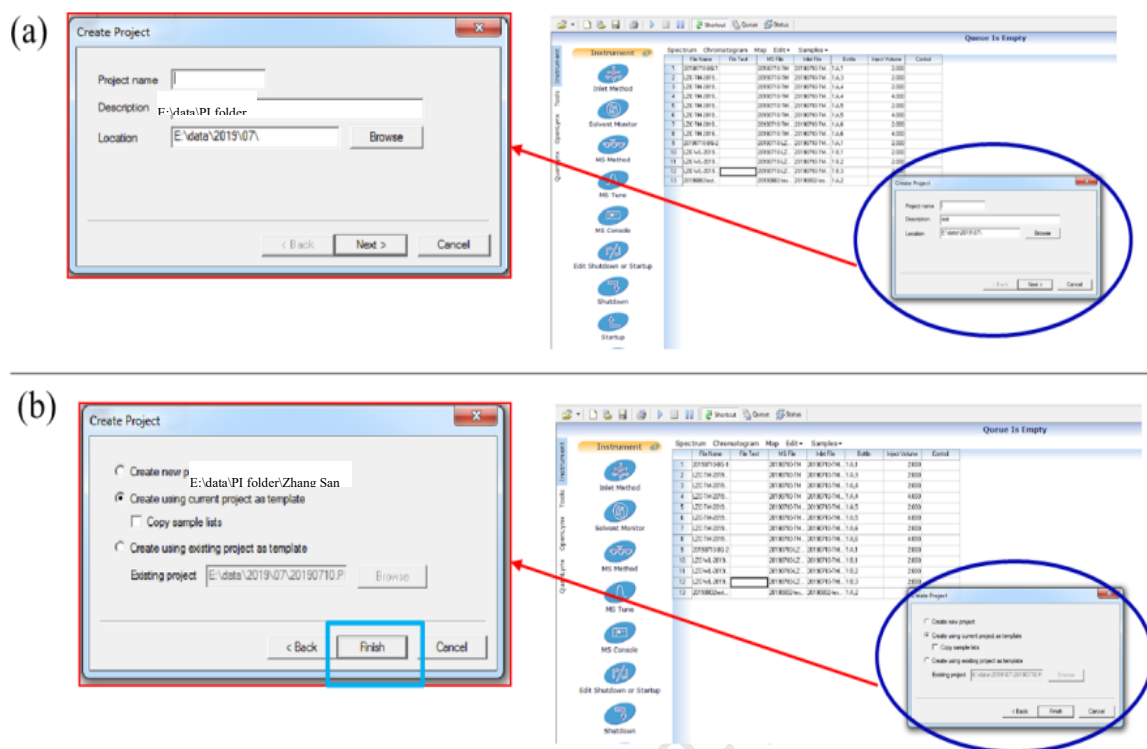
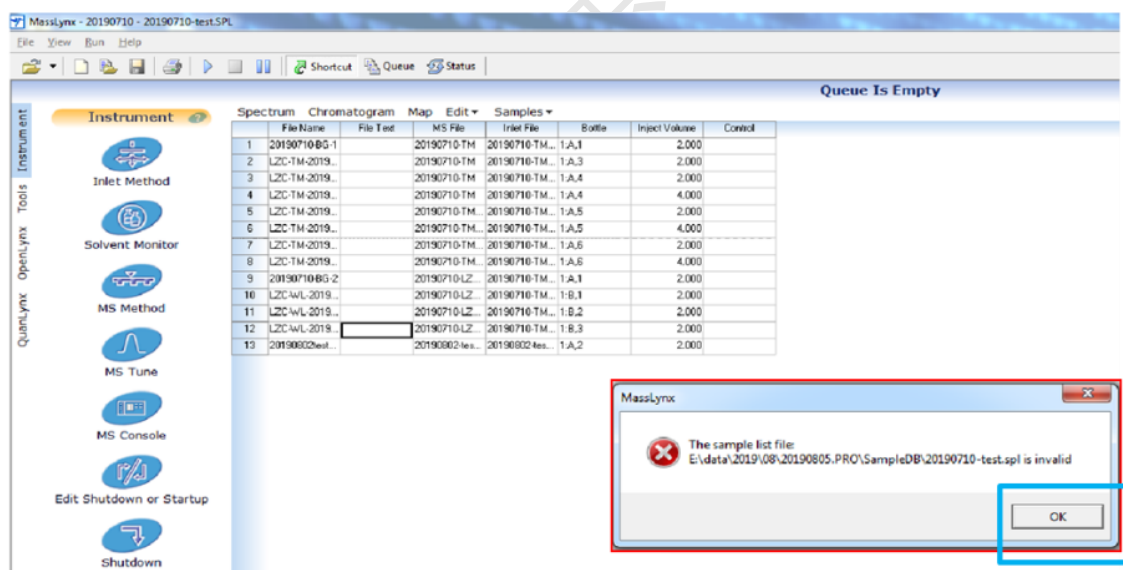

图 1-2 项目新建向导 (a)及弹出对话框(b)
图 1-3 序列名称无效提醒窗口显示
Step2. 项目新建向导。如图1-2, 通过Browse选择正确的项目路径(location), 输入项目名称(Project name), 点击Next, 弹出对话框(图1-2 (b)), 勾选**Create using current project as template**选项, 点击Finish, 弹出显示序列文件无效提醒窗口(图1-3), 点击OK进行确认。至此完成新建项目。